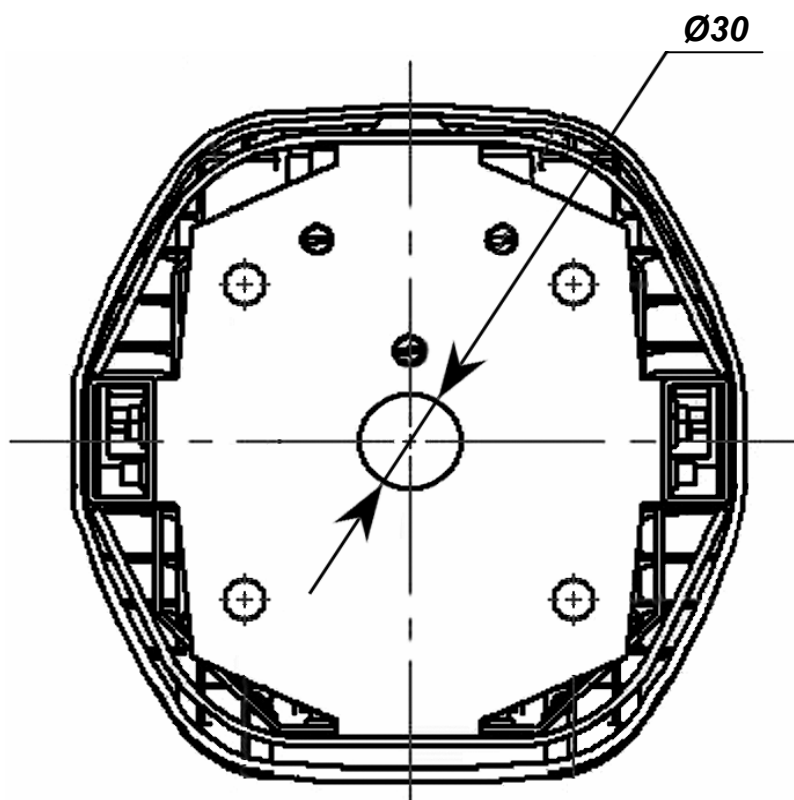

Рисунок 5 – Вид снизу на основание (2) картоприёмника:
7.2.6 Положите картоприёмник на установочную поверхность стенкой (5) вниз таким образом, чтобы его основание (2) находилось рядом с зоной А. Через центральное отверстие $\varnothing 30$ мм в основании (см. рисунок 5) протяните кабели (9)*, (10)* и (11)* внутрь картоприёмника по направлению к стенке (5) и далее вверх по ней к крышке (3).. Длина концов кабелей, остающихся в картоприёмнике после их протяжки, должна быть достаточной для их последующего подключения (см. п. 7.2.9). Рекомендуется закрепить все кабели на внутренних сторонах основания (2) и стенки (5) с помощью стяжек неоткрывающихся** и площадок самоклеющихся**.
* Кабели (9), (10) и (11) не входят в комплект поставки картоприёмника.